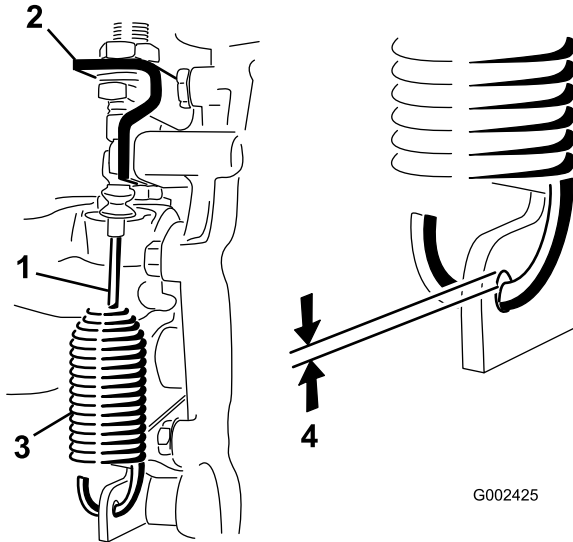

Figura 51
1. Retire el pasador de horquilla que sujeta el cable de Alto–Bajo al transeje (Figura 51).
2. Afloje las contratuercas que sujetan el cable de bloqueo del diferencial al soporte del transeje (Figura 51).